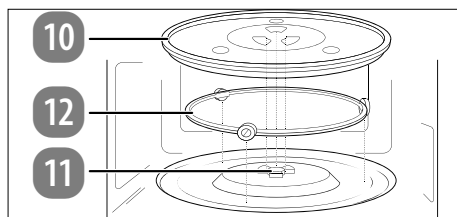

Fig. 6 – Inserimento del piatto girevole
- ▶ Non mettere in funzione il forno a microonde senza aver prima inserito correttamente il piatto girevole in vetro (10).
- ▶ Verificare che l'albero di trasmissione (11) si inserisca correttamente nella rientranza sul fondo del vano di cottura e che le alette poggino in piano sul fondo. Se necessario, ruotare l'albero di trasmissione (11) finché non scende nella posizione corretta.
- ▶ Inserire l'anello girevole (12) nell'incavo del vano di cottura, quindi posizionare il piatto girevole in vetro (10) centrato sopra l'albero di trasmissione (11) (**vedere Fig. 6**) in modo che le nervature del piatto (10) poggino tra le alette dell'albero di trasmissione.